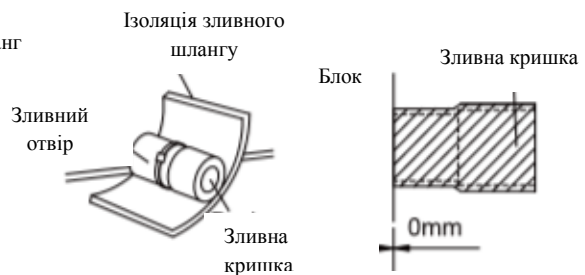

Рисунок 21
10. Дренажний отвір, що не використовується, також має бути ізольований належним чином (рис.21).